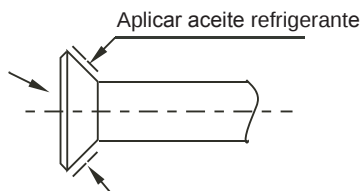

Fig.6-1
b. Antes de conectar la tuerca abocardada, aplicar aceite refrigerante en la superficie exterior de la tubería y la superficie cónica de la tuerca de conexión. Atornille la tuerca con 3 ~ 4 vueltas (ver Fig.6-1).